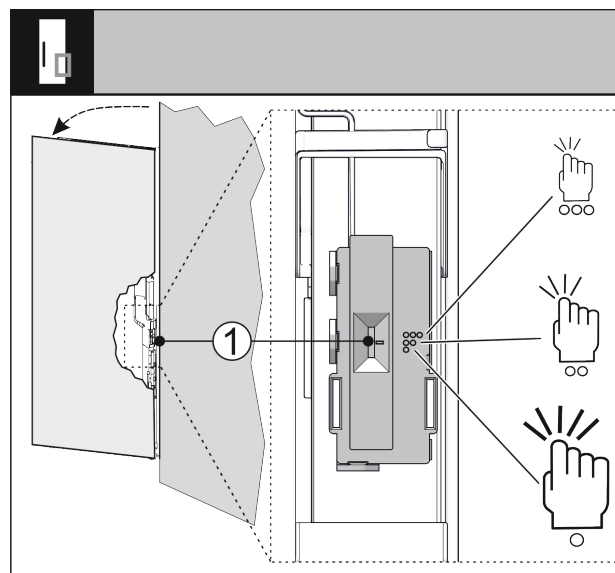

Fig. 34
Отрегулируйте чувствительность сигнала стука при помощи переключателя Fig. 34 (1). Переключатель находится со стороны петель на нижней трети двери.
- ▶ Установите переключатель Fig. 34 (1) в нужное положение.